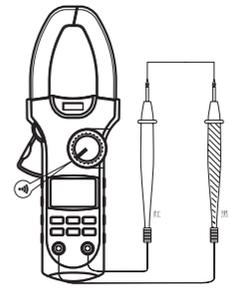

图 6
4. 导通检测($\overline{\sim}$) (见图6)